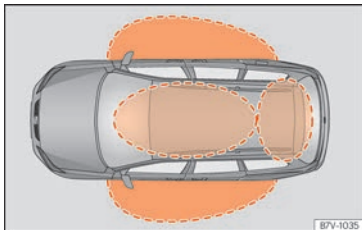
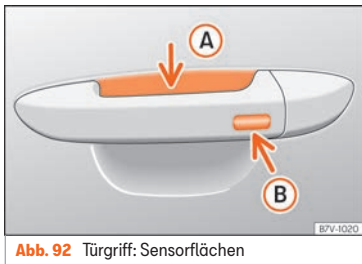

Abb. 91 Keyless Access: Näherungsbereiche.
Abb. 92 Türgriff: Sensorflächen
» Abb. 92
Keyless Access ist ein schlüsselloses Start- und Schließsystem, mit dem das Fahrzeug ohne aktive Fahrzeugschlüsselbenutzung ent- bzw. verriegelt werden kann. Dazu müssen sich lediglich ein gültiger Fahrzeugschlüssel im Erkennungsbereich für den Zugang zum Fahrzeug befinden » Abb. 91 und eine der Sensoren an den Türgriffen berührt werden » Abb. 92 » 1.
Wenn sich ein gültiger Fahrzeugschlüssel in einem Näherungsbereich » Abb. 91 befindet,
- Umfassen Sie den Türgriff. Dabei wird die Sensorfläche »» **Abb. 92 (A)** (Pfeil) im Türgriff berührt und das Fahrzeug entriegelt sich.
- Berühren Sie *einmal* die Sensorfläche »» **Abb. 92 (B)** (Pfeil) am Türgriff. Die Tür, an welcher der Griff betätigt wird, muss geschlossen sein.
- Berühren Sie *einmal* die Sensorfläche »» **Abb. 92 (B)** (Pfeil) am Türgriff. Das Fahrzeug ist mit der „Safe“ »» **Seite 114**-Sicherheitssystem verriegelt. Die Tür, an welcher der Griff betätigt wird, muss geschlossen sein.
- Berühren Sie *zweimal* die Sensorfläche »» **Abb. 92 (B)** (Pfeil) am Türgriff, um das Fahrzeug ohne das Sicherheitssystem „Safe“ zu verriegeln »» **Seite 114**.
Wenn sich ein gültiger Fahrzeugschlüssel in der Nähe »» **Abb. 91** der Heckklappe befindet, entriegelt die Heckklappe beim Öffnen des verriegelten Fahrzeugs automatisch.
- Berühren Sie die Schließaste  auf dem Funkschlüssel und berühren Sie einmal innerhalb von 5 Sekunden die Verriegelungssensorfläche am Fahrertürgriff »» **Abb. 92 (B)**. Greifen Sie nicht am Türgriff, da sich das Fahrzeug sonst nicht verriegelt. Die Deaktivierung
Um mit der **Komfortfunktion** alle elektrischen Seitenfenster und das Panorama-Schiebedach zu schließen, legen Sie einige Sekunden einen Finger auf die Verriegelungssensorfläche »» **Abb. 92** (Pfeil) am Türgriff, bis die Seitenfenster und das Dach geschlossen sind.
Schlüssel in der Nähe befindet. Ist mindestens eines der elektrisch betriebenen Seitenfenster geöffnet und wird die Sensorfläche »» **Abb. 92** (Pfeil) an einem der Türgriffe permanent aktiviert, schließen sich alle Fenster.